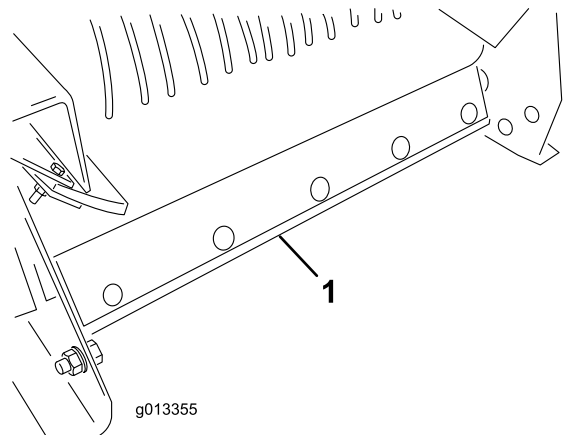

Bild 59
6. Entfernen Sie den Abstreifer zur Förderbandreinigung am Heck der Maschine (Bild 59).